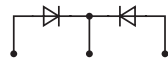

Рис.3
4) Заменял выпрямительные диоды источника +12 В (сборка из двух диодов на радиаторе) на КД2999 (2 шт.) с любой буквой, установив их на этот же радиатор через термопасту и притянув теми же винтом и пластинкой к радиатору согласно схеме на **рис.3**. Еще лучше применить здесь сборку из диодов с барьером Шот-